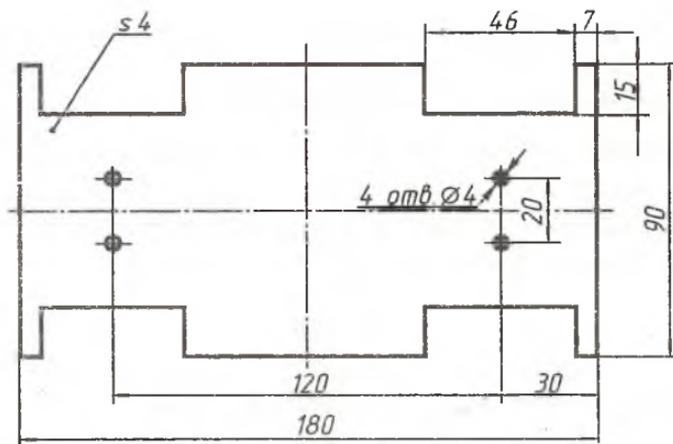

Рис. 20. Чертеж рамы из фанеры
1. Выполнить чертеж рамы автомобиля на плотной бумаге без нанесения размеров в следующей последовательности (рис. 20):
2. Чертеж рамы модели-копии легкового автомобиля из фанеры (см. рис. 20).